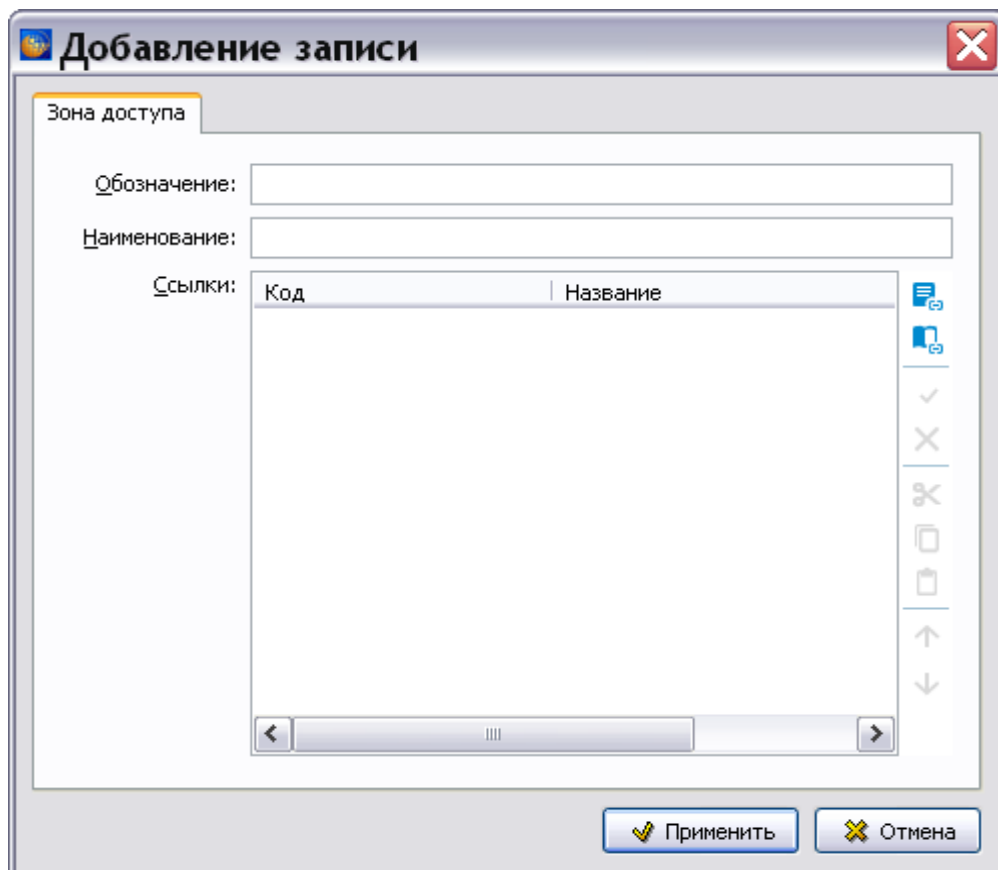

Рисунок 839
1) Щелкните левой кнопкой мыши по полю зон доступа/панелей доступа и нажмите на кнопку **Добавить** на панели инструментов редактора или выберите команду из контекстного меню. После этого откроется окно **Добавление записи** (рисунок 839).